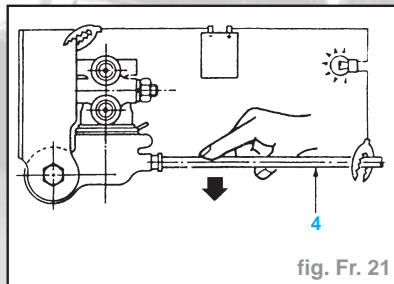

fig. Fr. 21
- Abaisser lentement l'unité de soupape (7) - (la pression augmente) jusqu'à ce que la lampe éclaire.
- Si la lampe s'éteint lors du serrage des écrous (6) ; desserrer les écrous et abaisser à nouveau légèrement l'unité de soupape (7), puis resserrer.
- Pousser vers le bas la tringlerie (4) en utilisant (fig. Fr. 21) :